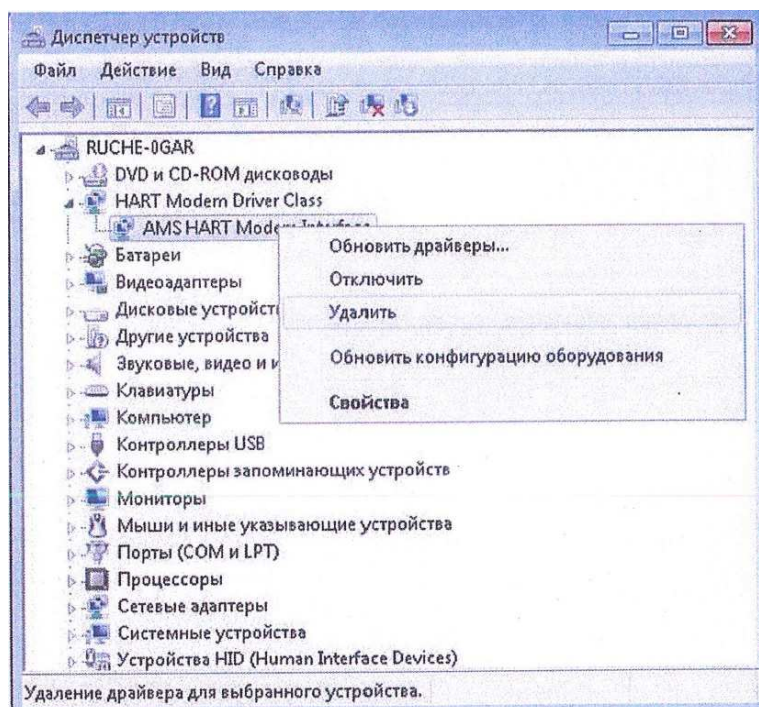

Рисунок X.6.4 – Удаление драйвера «AMS HART Modem Interface»
- 1) В диспетчере устройств удалить имя драйвера из раздела «HART Modem Driver Class» (AMS HART Modem Interface) (рисунок X.6.4), выбрав в контекстном меню «Удалить».